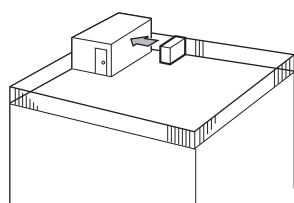

Fig. 3-2
- ① Coloque la salida de aire de frente a la pared más próxima a una distancia de unos 50 cm de ella. (Fig. 3-2)